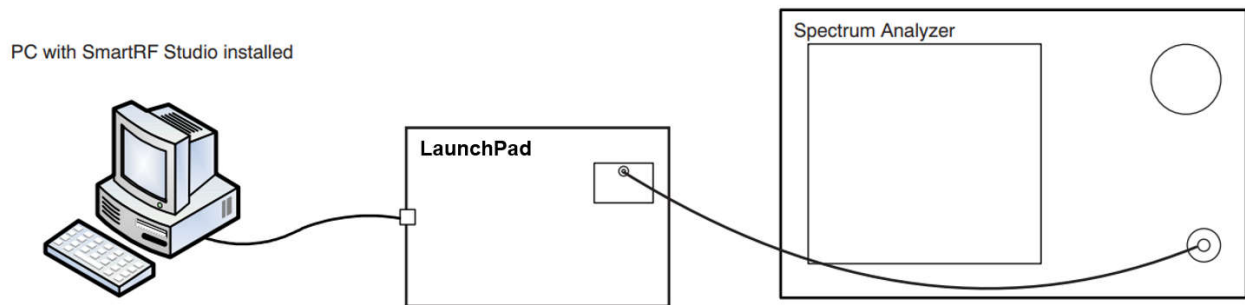
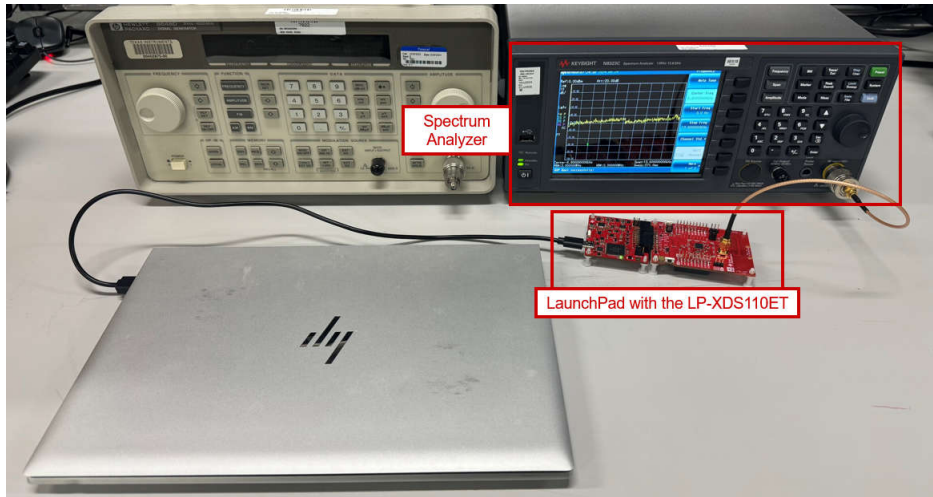

图 7-5. 功率谱密度掩码测试设置示意图
图 7-6. 功率谱密度掩码测试工作台设置
测试环境：图 7-5 展示了测试设置。
- 第 1 步：按图 7-5 和图 7-6 所示连接仪器。